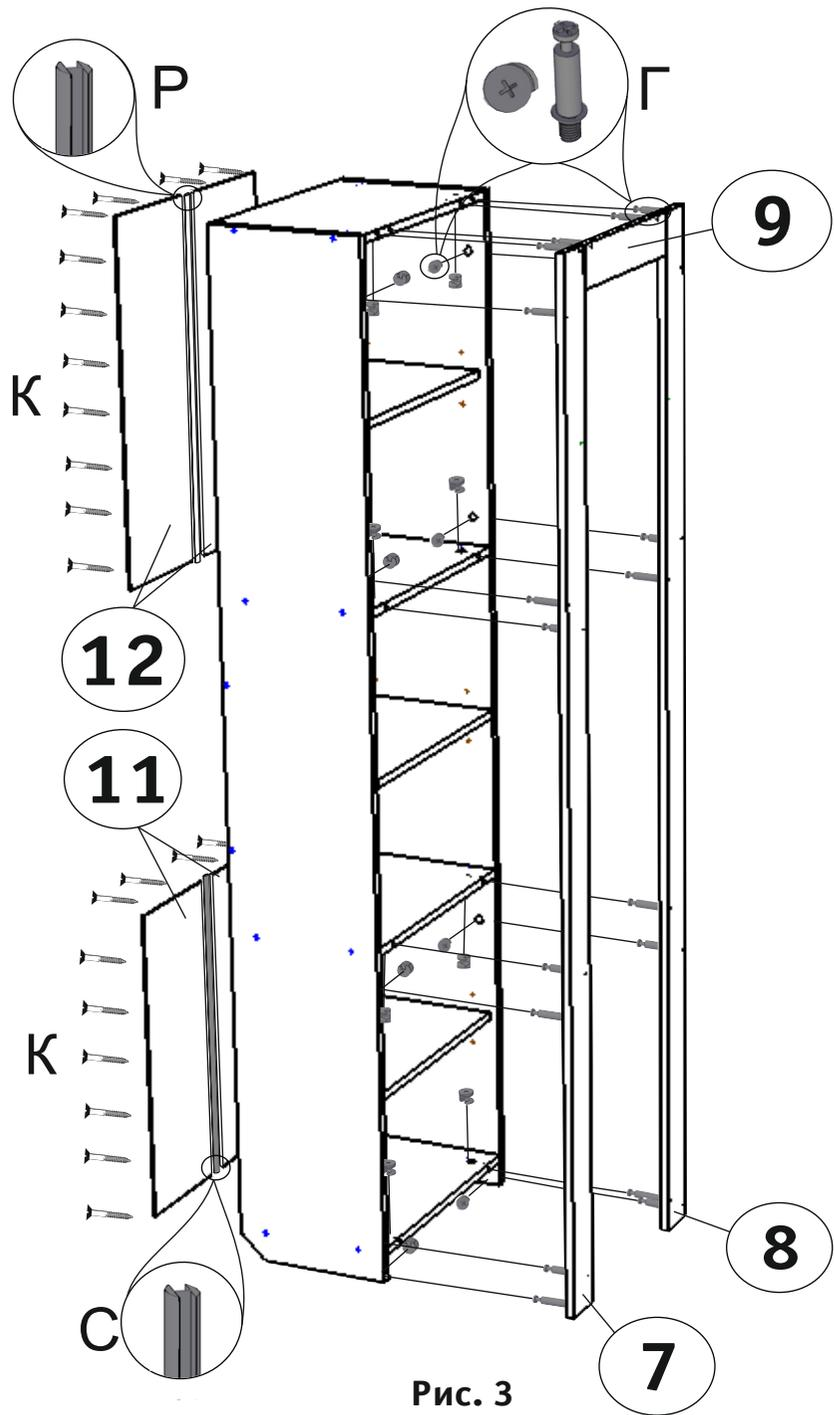
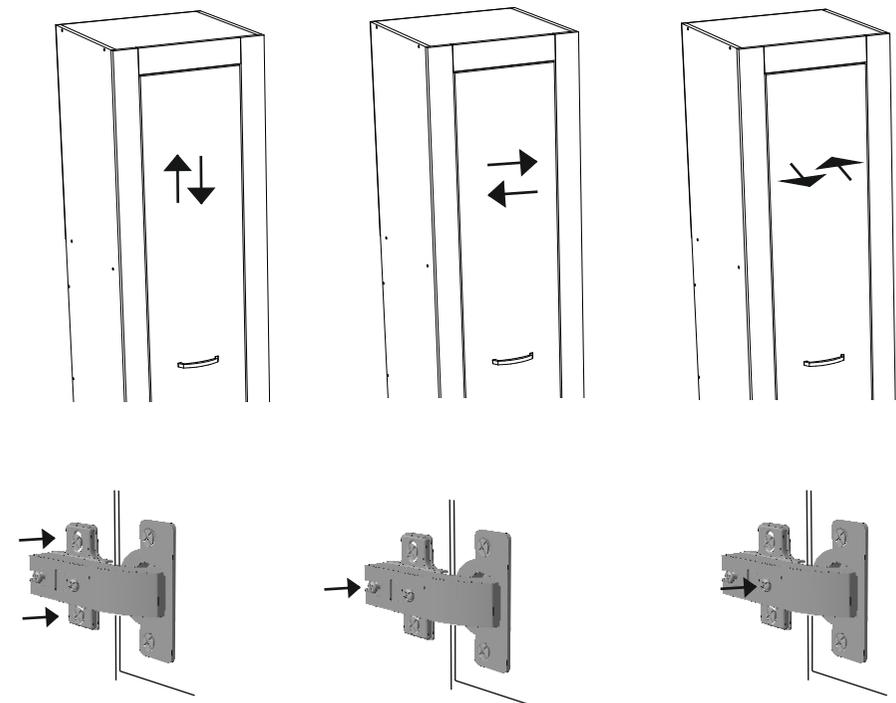

Рис. 3
Рис. 4
3. Установите фасады, отрегулируйте петли (рис.4), после чего закрепите задние стенки 11,12 при помощи саморезов (К) (рис.3). При помощи углового навеса (Н) и саморезов (Л,О) прикрепите шкаф к стене.